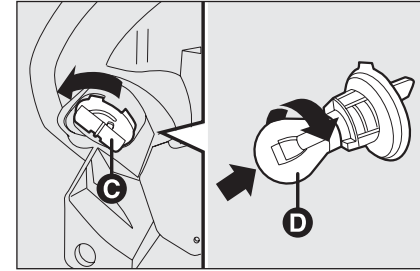

fig. 19/b
- enlever le couvercle/porte-ampoule **C-fig. 19/b** en tournant dans le sens inverse des aiguilles;
- fermer le volet **B-fig. 19/a** et tourner le dispositif de blocage **A**.